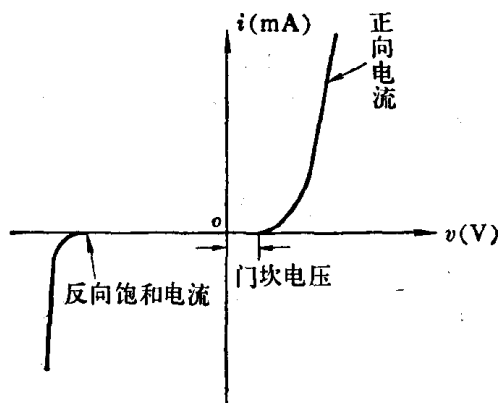

图 1.3-1
(1) 二极管结构: PN 结
(2) 二极管伏安特性: 二极管伏安特性直观地表现了单向导电性能,如图 1.3-1 所示。